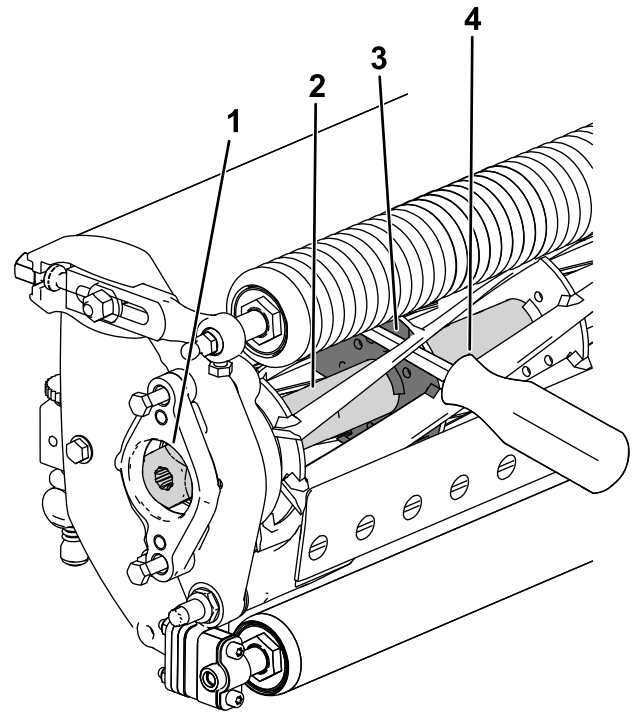

图32
2. 将一根长柄撬棍建议尺寸为 3/8 英寸 x 12 英寸带螺丝刀柄插入滚刀底部最靠近需要扭转的滚刀组一侧图32。
3. 将撬棍靠着滚刀支撑板的焊接侧图32。